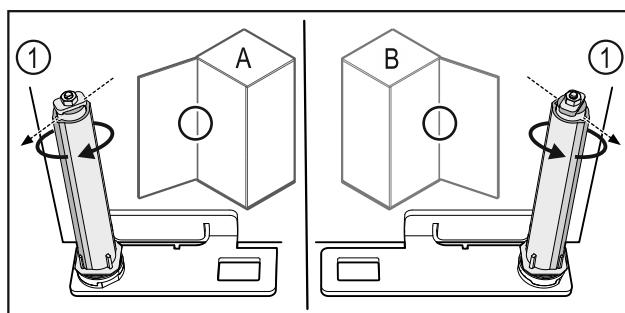

Fig. 56 Левое навешивание (A) / правое навешивание (B)
- Поворачивайте систему закрытия, преодолевая сопротивление до тех пор, пока ее ребро Fig. 56 (1) не будет направлено наружу.